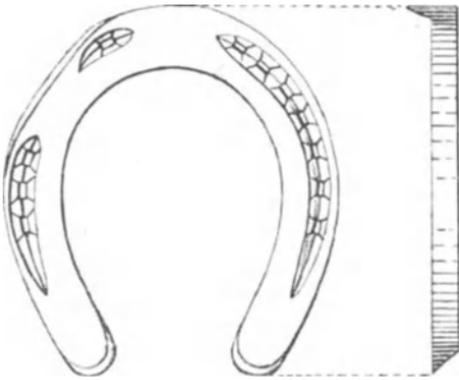

Abb. 51. Vorderstreicheisen.
**3. Das Streicheisen.** a) Das Vorderstreicheisen. Dasselbe ist an der Stelle, mit welcher sich das Pferd streicht, eingezogen, ohne Falz und Nagelloch und stark bodeneng (Abb. 51).